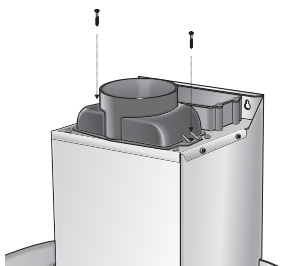

Fig.4
- Montare il raccordo di riduzione utilizzando le due viti in dotazione M4,2 x 9,5 (Fig.4).
- Assemble the reduction fitting by means of the 2 M4,2 x 9,5 screws included in the supply (Fig.4).
- monter le raccord de réduction en utilisant les deux vis en dotation M3,9 x 9,5 (Fig.4)
- Montieren Sie den Reduzieranschluß mit Hilfe der beiden beiliegenden Schrauben M 3,9 x 9,5 (Abb. 4).
- Montar el empalme de reducción usando los tornillos de la dotación M4,2 x 9,5 (Fig.4).
- Monteer het reductieverbingsstuk gebruik makende van de twee ter beschikking gestelde schroeven (Fig. 4)